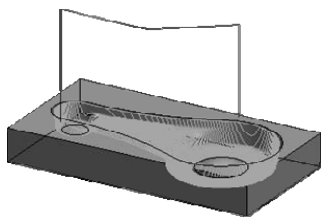

图 3-91 生成刀具轨迹
2) 单击右键后系统提示“拾取加工边界”,再单击鼠标右键确认,系统开始计算,稍后得出刀具轨迹如图 3-91 所示。